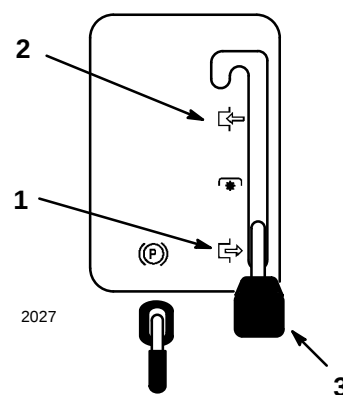

Abbildung 5
2. Den Mähwerkbetätigungshebel auf "EINGEKUPPELT" stellen (Abb. 5).
2. Den Mähwerkbetätigungshebel auf "AUSGEKUPPELT" stellen (Abb. 5).